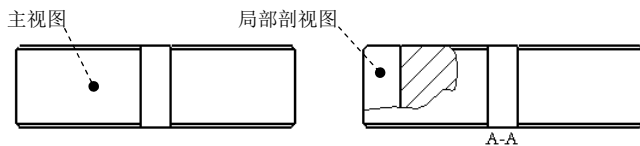

图 3.8.26 局部剖视图
创建局部剖视图如图 3.8.26 所示, 操作步骤如下。
Step2. 创建图 3.8.26 所示主视图的左视图 (投影视图)。
- (1) 在“绘图视图”对话框中, 选取类别区域中的截面选项。
- (2) 将截面选项设置为 2D 横截面, 将模型边可见性设置为总计, 然后单击 + 按钮。
- (3) 在名称下拉列表框中选取剖截面 A (A 剖截面在零件模块中已提前创建), 在剖切区域下拉列表框中选取局部选项。